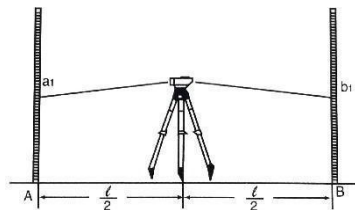

图 12
- (1) 安置仪器于标尺 A、B 中间，A、B 标尺相距约 30~40 米，读数分别为 a_1 、 b_1 。(图 12)